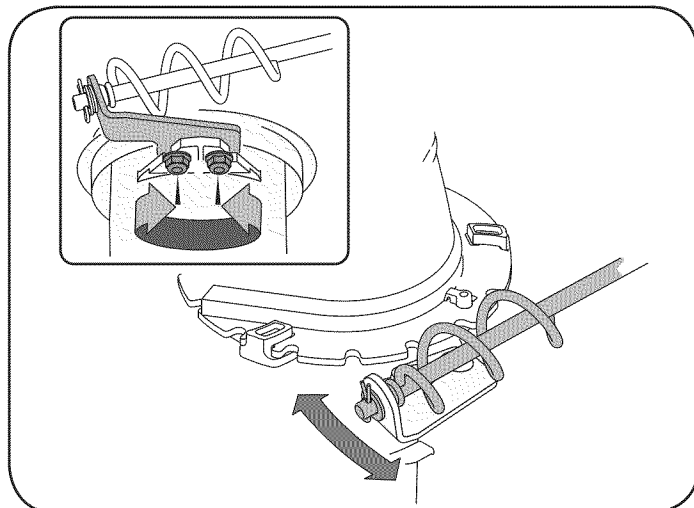

Figura 20
1. Afloje las dos tuercas que sujetan el soporte del canal y cambie su posición ligeramente. Vea la figura 20.